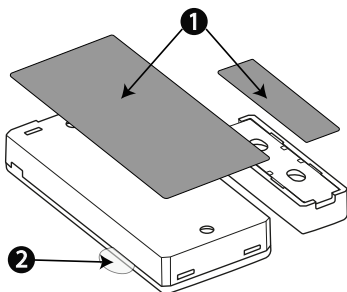

Figura 2: Quick installation
1. Remova as películas das duas fitas dupla face e cole-as na parte de trás do dispositivo e no ímã. Ver Figura 2.